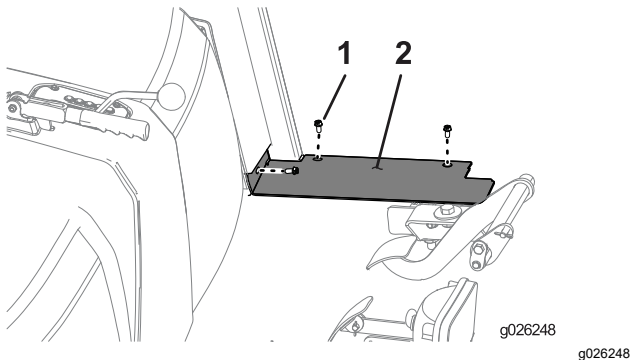

Figura 45
1. Instale los paneles de suelo en cada lado de la máquina usando 3 pernos (1/4 pulgada), según se muestra en Figura 45.